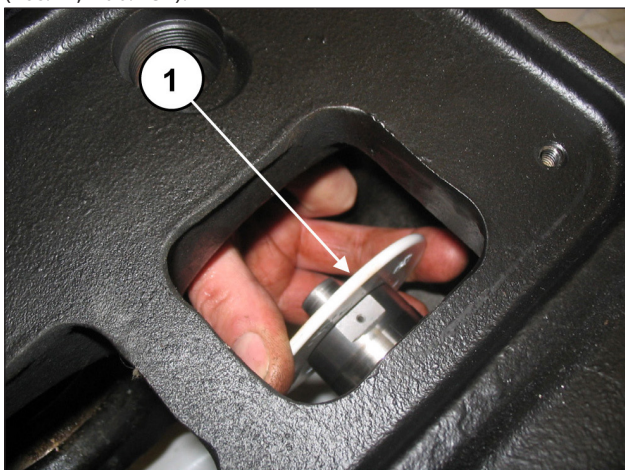

Abb. 137
Entfernen Sie die Spritzschutzringe von den Kolbenführungen (Pos. ①, Abb. 137).